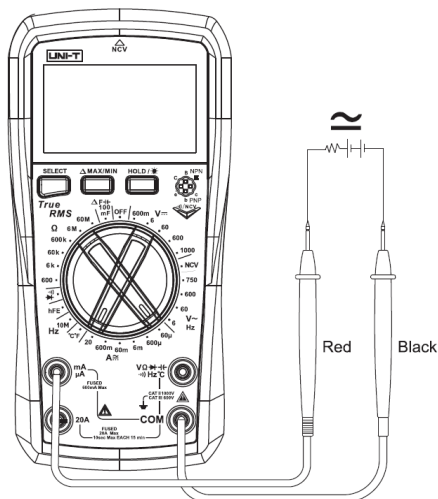

Рисунок 7
7. Измерение переменного и постоянного тока (Рис. 7)